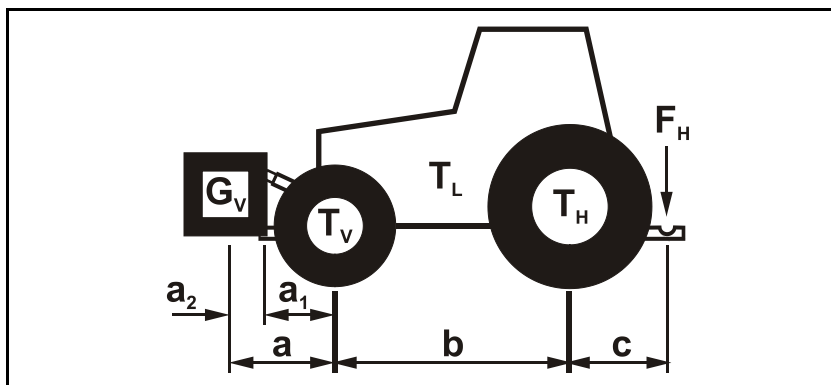

Fig. 41
2. Atornillar respectivamente dos pesos adicionales (Fig. 41/3) al tubo de sujeción (Fig. 41/4) y asegurar de esa forma.